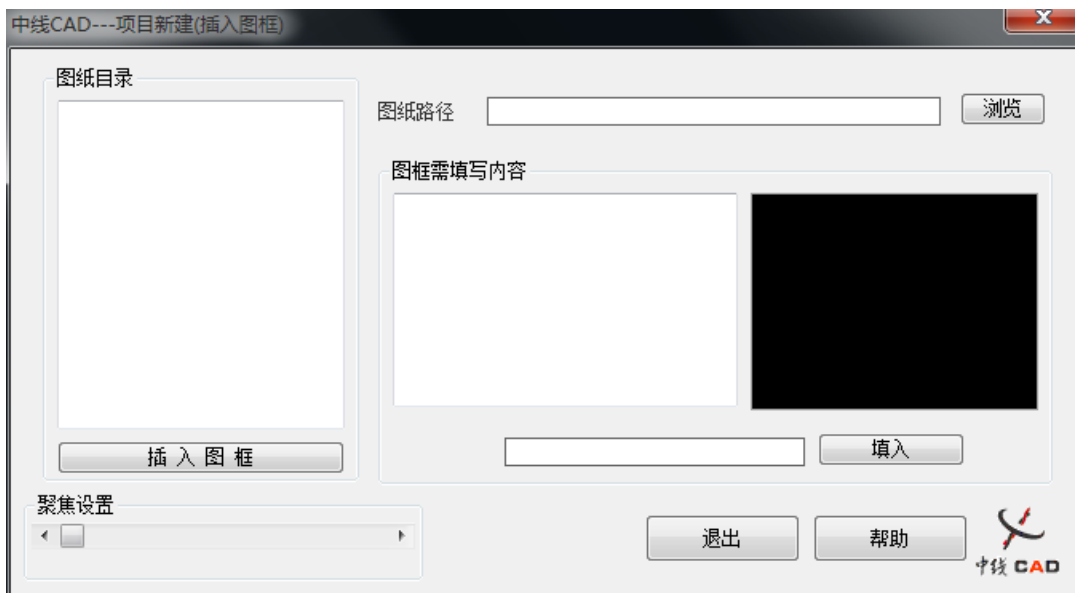

图 1-7
1. 绘制好连接器块和线型之后，执行【中线 CAD/项目新建】命令或单击工具栏中的【项目新建】按钮，快捷键 XM。系统自动跳出【中线 CAD-项目新建】对话框，如图 1-7 所示；